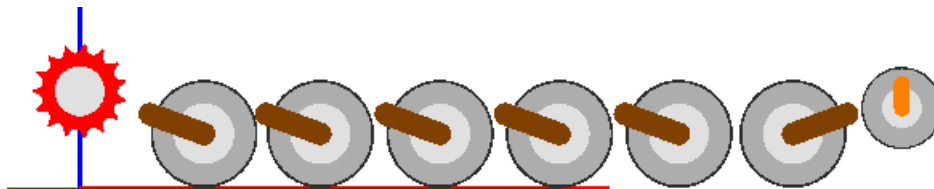

Рис. 17 Добавление направляющего колеса с механизмом натяжения гусеницы
- 3) Используйте кнопку **Синтезировать** для добавления направляющего колеса к модели, рис. 17.